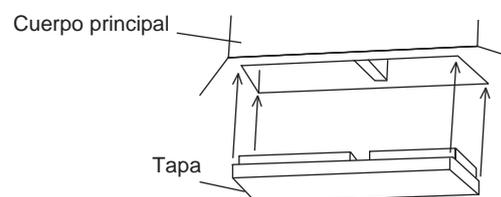
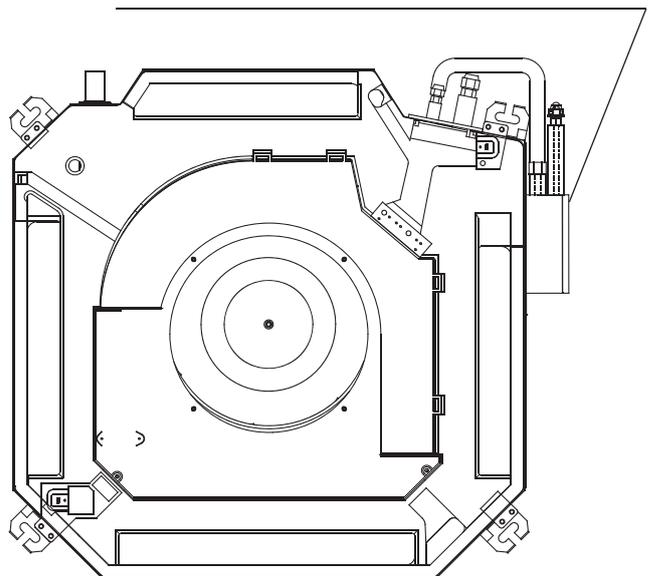

Fig. 4-4
Fig. 4-6
(vea la Fig. 4-4, Fig. 4-6 y Fig. 4-7)
- Antes de instalar la unidad interior, extraiga primero la protección de espuma entre el ventilador y el cuerpo de la unidad. De lo contrario, el funcionamiento continuo de la unidad dañará el motor del ventilador (vea la Fig. 4-6)